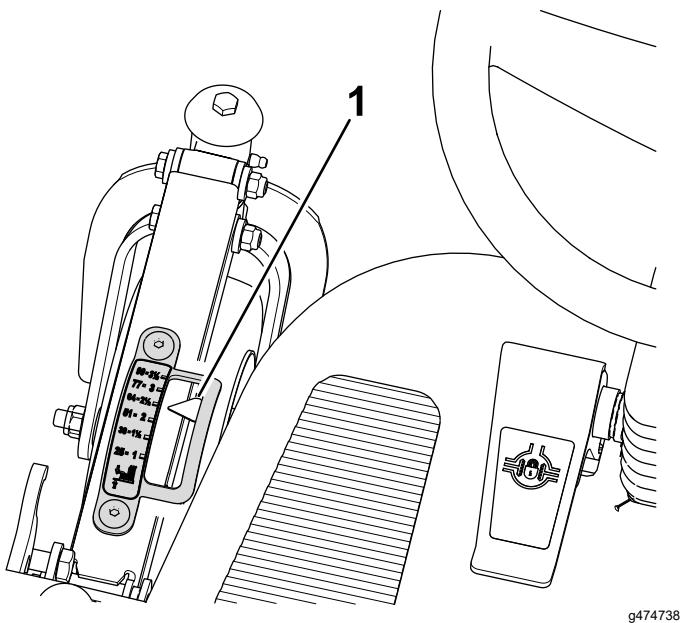

Figura 97
1. Ajuste la altura de corte a la posición de 64 mm (Figura 97).